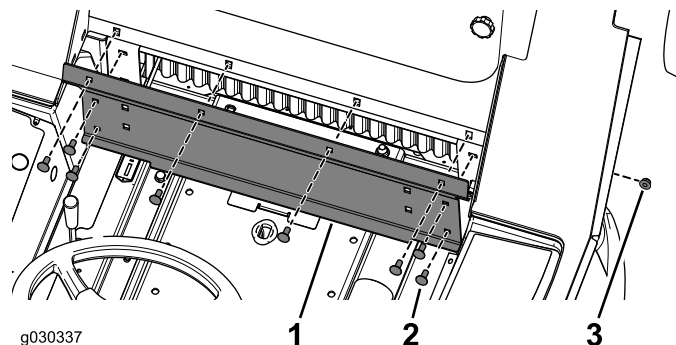

Figura 28
1. Fixe o painel posterior à cabina utilizando os 8 parafusos de carroçaria (5/16 x 3/8 pol.) e as 8 porcas de bloqueio (Figura 28).